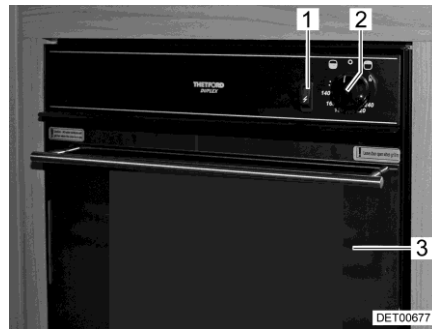
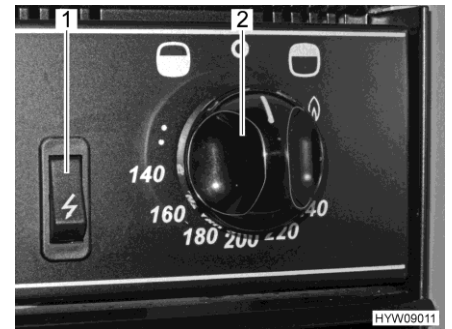

Fig. 144 Four à gaz avec grill
Fig. 145 Boutons de commande (four à gaz avec grill)
- Ouvrir complètement la porte du four (Fig. 144,3).
- Appuyer sur le bouton tournant (Fig. 144,2 et Fig. 145,2) et le régler à la puissance maximale en le faisant tourner dans le sens inverse des aiguilles d'une montre (en direction du symbole de four "☼").
- Enfoncer le bouton tournant (Fig. 144,2 et Fig. 145,2) et le maintenir enfoncé pendant 5 à 10 secondes. Le gaz s'écoule vers le brûleur.
- Appuyer sur l'interrupteur d'allumage (Fig. 144,1 et Fig. 145,1) jusqu'à ce que la flamme se consume.
- Appuyer sur le bouton tournant (Fig. 144,2 et Fig. 145,2) et le placer sur le symbole de la flamme e en le faisant tourner dans le sens des aiguilles d'une montre (en direction du symbole de grill "☼").
- Placer le bouton tournant (Fig. 144,2 et Fig. 145,2) sur "O". La flamme s'éteint.